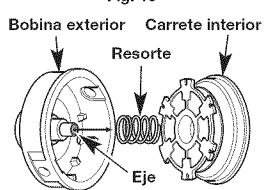

Fig. 14
- Saque el carrete interior de la bobina exterior (Fig. 14).
- Saque el resorte del carrete interior (Fig. 14).